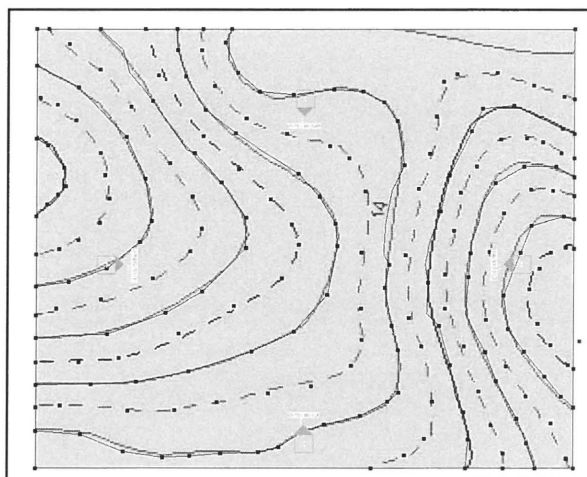

Fig. 10.29. Alle punkter er placeret langs billedets linier/højdekoter.
- Fortsæt indtil alle punkterne er placeret langs linierne/højdekoter (Fig. 10.29).